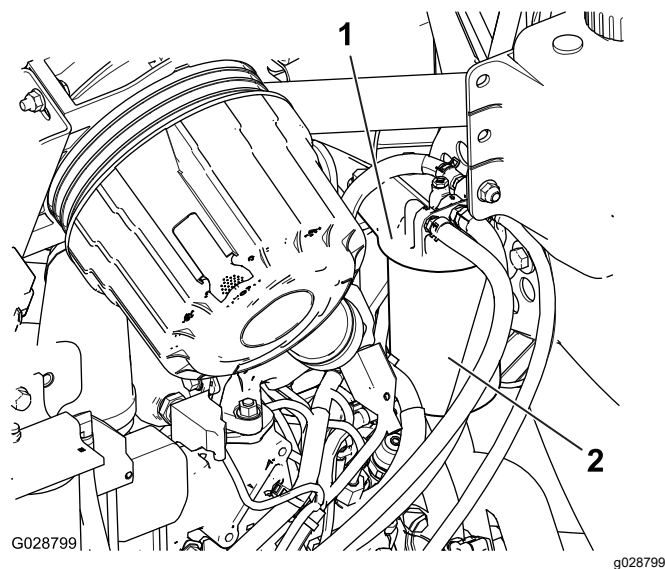

図 96
1. 燃料フィルタのヘッドの周囲をきれいに拭く図 96。
2. フィルタを外してフィルタヘッドの取り付け部をきれいに拭く図 96。